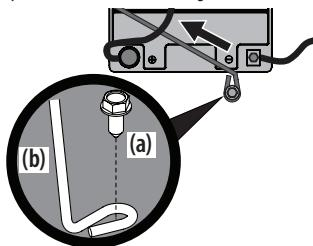

Figura 15
**NOTA:** El mazo de cables debe colocarse encima de la varilla de sujeción de la batería, de lo contrario podría dañarse el mazo de cables. Consulte la Figura 15 en la página 44.
3. Extraiga el soporte de sujeción de la batería empujando el extremo de acoplamiento hacia afuera de la lengüeta de la tapa de protección que está a la derecha de la batería. A continuación, levante la varilla de sujeción de la batería hacia arriba para liberarla. Consulte la Figura 15.